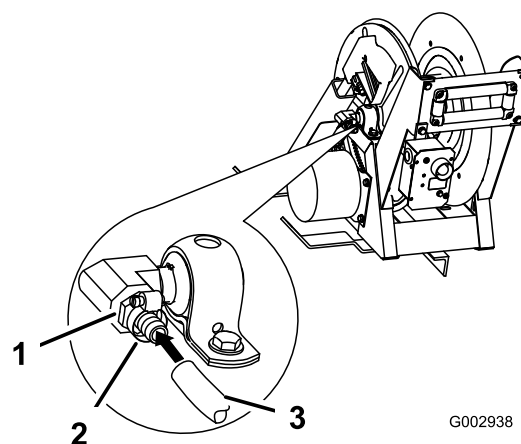

Figura 44
21. Avvolgete del nastro di Teflon in senso antiorario attorno ai filetti del raccordo dentellato (3/4 poll.) e montatelo nell'orificio di entrata sul fianco dell'avvolgitubo (Figura 44).